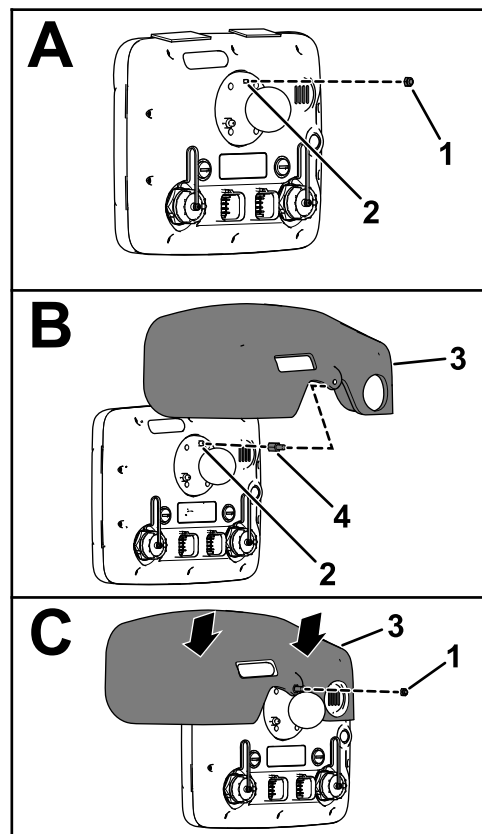

图4
1. 在打药机监控器的背面让 2 个接头 26 针向下对齐从球形枢轴接头的双头螺栓上卸下顶部锁紧螺母 5mm 图 4 中的 A。
3. 将螺纹隔离柱旋回球形枢轴接头的双头螺栓 图 4 中的 B 上紧隔离柱扭矩至 250N·cm。
6. 将显示器罩上的孔与螺纹隔离柱的螺栓部分对齐 图 4。
7. 使用之前在步骤 1 中卸下的锁紧螺母 5mm 将显示器罩安装到监控器上 图 4 中的 C。